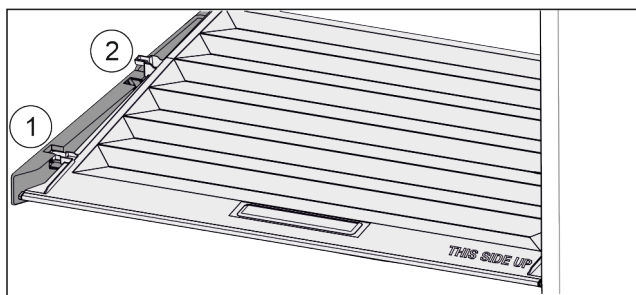

Fig. 94
- ▶ Deslice la tapa hacia delante hasta la abertura de las piezas de sujeción Fig. 94 (1).
- ▶ Levántela por detrás desde abajo y retírela tirando hacia arriba Fig. 94 (2).